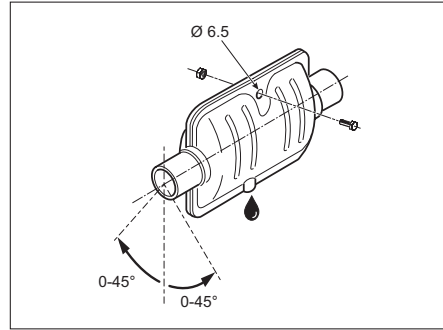

Abb. 22: Einbaulage Abgasschalldämpfer
- ▶ Korrekte Einbaulage sicherstellen. Siehe Abb. 22.